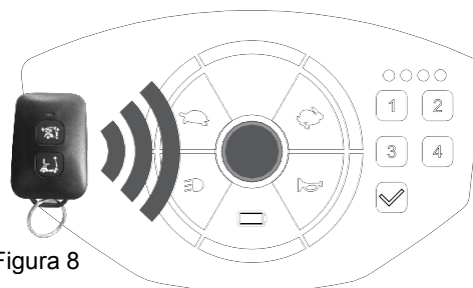

Figura 8
- Para desbloquear, coloque el mando a distancia por radiofrecuencia en el panel (un punto próximo al interruptor de alimentación para obtener el mejor resultado de lectura). (Figura 8)